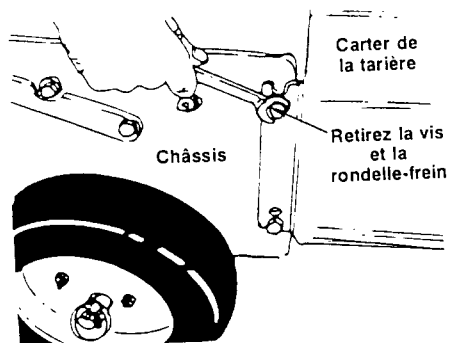

Figure 30
- Retirez les vis et rondelles-frein du haut, qui maintiennent le carter de la tarière sur le châssis. Utilisez une clé de 9/16^{es} de po. Voir la figure 30.